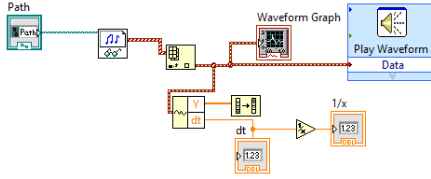

Рис.10.3. Схема підключення
9. BD – Numeric – reciprocal. На виході доданого блоку створити індикатор, та виконати підключення рис.10.3. Запустити та зафіксувати зміни.